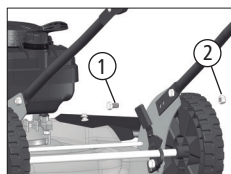
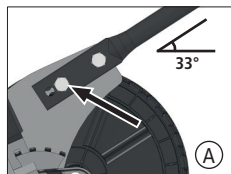
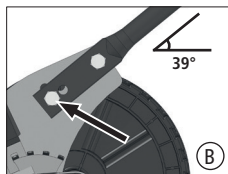

Fig. 07
Fig. 08
Fig. 09
Para fazer a regulagem da altura do braço do cortador, remova o parafuso (1) e a arruela (2), que prendem o braço inferior [Fig. 07]. Agora escolha uma das 3 alturas de regulagem "A" [Fig. 08], "B" [Fig. 09] e "C" [Fig. 10]. Após isso, insira o parafuso (1) e a arruela (2) na posição escolhida e aperte-os firmemente.